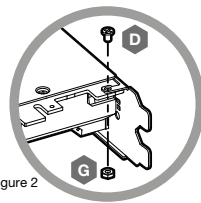

Figure 2
4. Some graphics cards, notably NVIDIA® GEFORCE® models, also require you to fasten the I/O bracket to the circuit board after the installation of aftermarket cooler. Secure this bracket by using the enclosed M2.5 x 5 screw and a M2.5 nut. (Shown on Figure 2).
4. Certaines cartes graphiques, notamment les modèles NVIDIA® GEFORCE®, nécessitent également que vous fixiez le support I/O au circuit imprimé après l'installation d'un refroidisseur de remplacement. Fixez ce support en utilisant la vis M2.5 x 5 fournie et un écrou M2.5. (indiqué sur la Figure 2).
4. Bei einigen Grafikkarten, insbesondere NVIDIA® GEFORCE®-Modellen, müssen Sie die I/O-Halterung nach der Installation des Zubehörkühlers an der Platine befestigen. Befestigen Sie diese Halterung mit der beiliegenden Schraube M 2,5 x 5 mm und einer M 2,5-Mutter (siehe Abbildung 2).